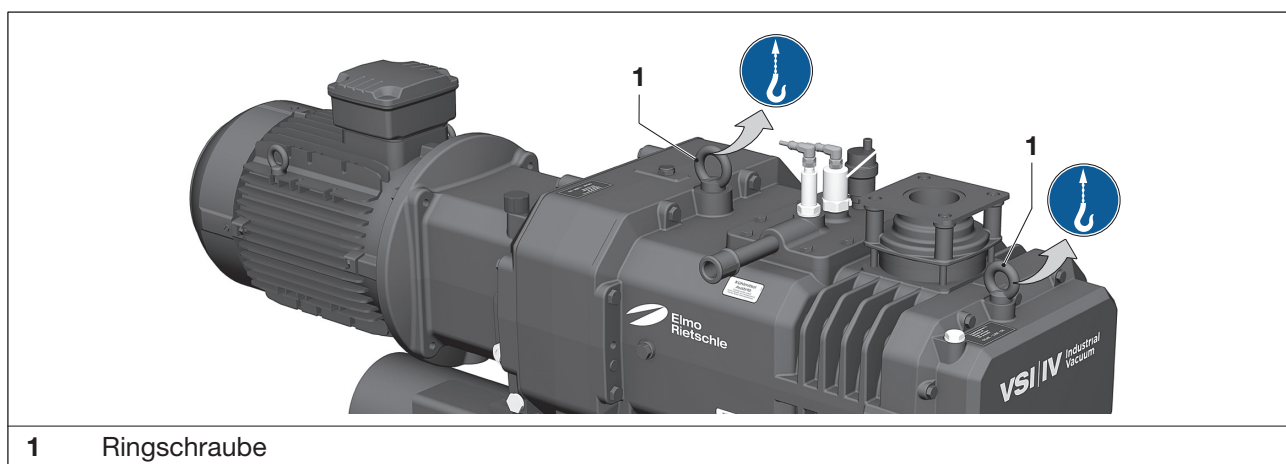

Abb. 1 Lastaufnahmemittel zum Anheben und Transportieren
- a) Die Ringschrauben (Abb. 1/1) fest anziehen.